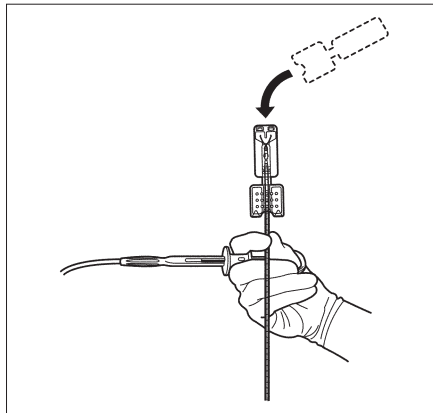

Рис. 3.3
3. Поместите картридж на спиральную (проволочную) оболочку (см. рис. 3.3).